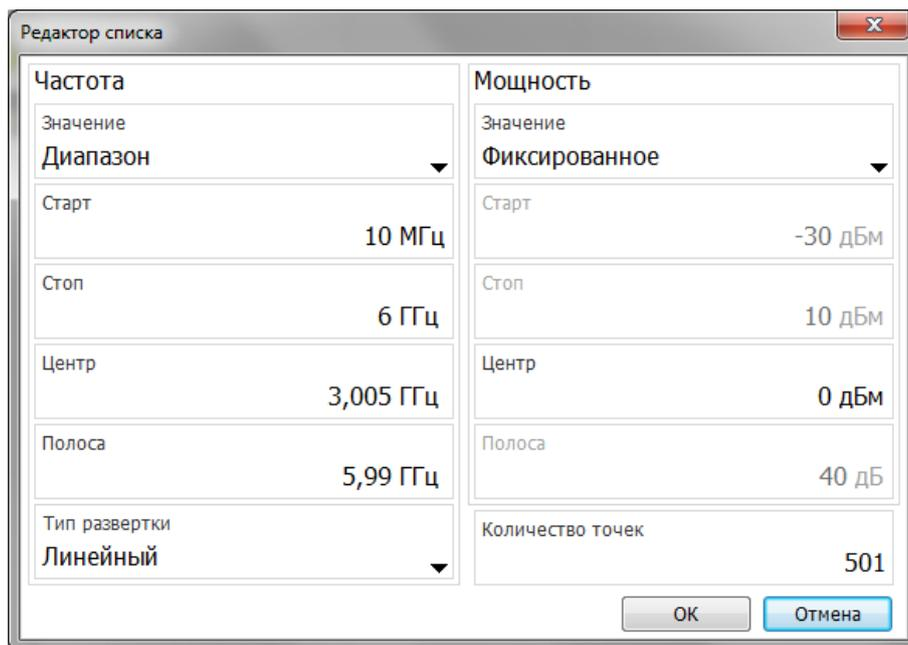

Рисунок 5.48 – Редактор списка
2) в появившемся диалоге (рисунок 5.48) задать параметры сегмента списка, нажать «Ок»;
в) в появившемся диалоге (рисунок 5.48) задать параметры сегмента, нажать «Ок»;